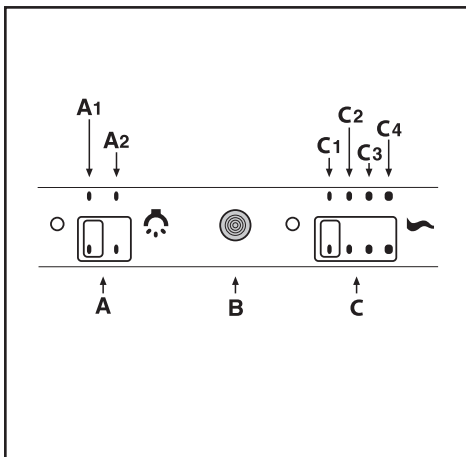

Fig.11
• **Comandi slider (Fig.11)** la simbologia è di seguito riportata: